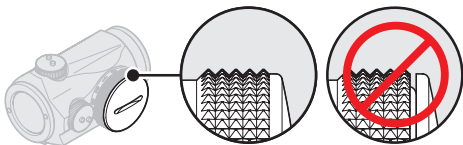

Abb. 5 Das Batteriefach mit dem Batteriedeckel
Reinigen Sie die Kontaktflächen im Batteriefach und überprüfen Sie, dass die Batterie (7) funktioniert und gemäß 2.1.1 richtig eingesetzt wurde. Stellen Sie sicher, dass **kein** Zwischenraum zwischen dem Batteriedeckel (6) und dem Batteriefach ist. Siehe Abb. 5. Wenn der Drehschalter (8) beschädigt ist, kontaktieren Sie den Händler/Verkäufer.